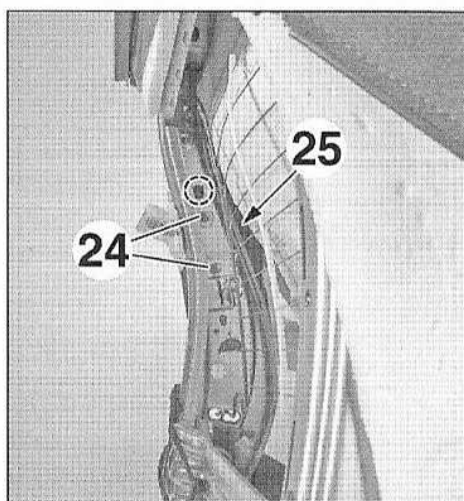

FIG.23
- Déposer les écrous (24) (Fig.23).
- l'airbag latéral (25),
- Déposer l'airbag latéral (25).